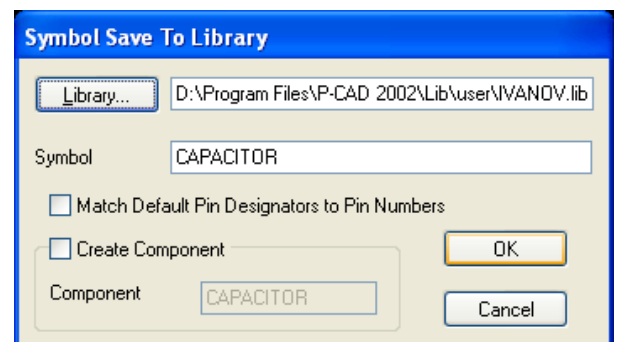

Рис. 4.58- Запись УГО конденсатора в библиотеку
- Для этого необходимо выполнить команду **Symbol/Save**. В появившемся окне щелкнуть по кнопке **Library** и в открывшемся окне выбрать библиотеку **Ivanov.lib**. В поле **Symbol** набрать имя элемента «**Capacitor**» и нажать кнопку **OK** (рис. 4.58).